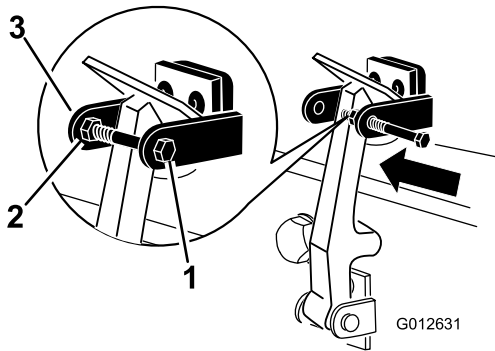

Bild 9
7. Schrauben Sie die Schraube in den anderen Arm der Motorhaubenhaltung, um den Riegel zu arretieren (**Bild 9**). Ziehen Sie die Schraube (nicht die Mutter) an.